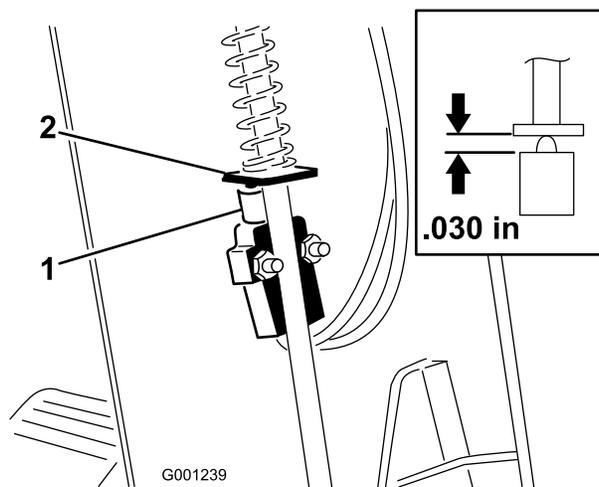

Figura 74
- Fate scorrere il copripiantone verso l'alto, lungo l'albero dello sterzo, per esporre l'interruttore del freno di stazionamento (Figura 74).
- Allineate la paletta dell'asta del freno di stazionamento con il pistone dell'interruttore (Figura 74)
- Premete in basso l'asta del freno di stazionamento e spingete verso l'alto l'interruttore fino a quando la lunghezza compressa del pulsante dell'interruttore non è pari a 0,7 mm; fate riferimento a Figura 74.